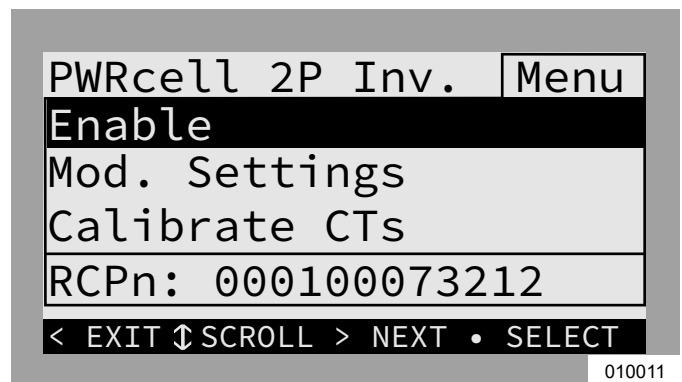

Figure 6-8. Activer l'onduleur (2 de 4)
- Voir **Figure 6-8**. Mettre Enable (Activer) en surbrillance et appuyer sur la touche centrale.